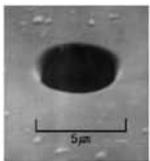

図 9
②超音波加工
- ・微細穴の加工例：石英ガラス・内径 $5\mu\text{m}$ (図 9)